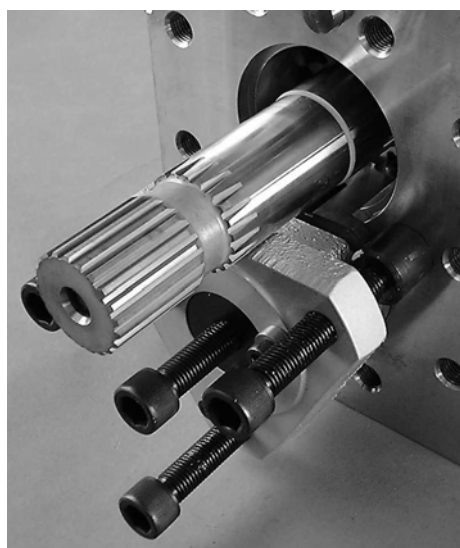

Рисунок 8.12 Съемник для подшипника, привинченный на стороне ASU
- Привинтите съемник для подшипников к корпусу на стороне привода вниз (ASU, рисунок 8.12).